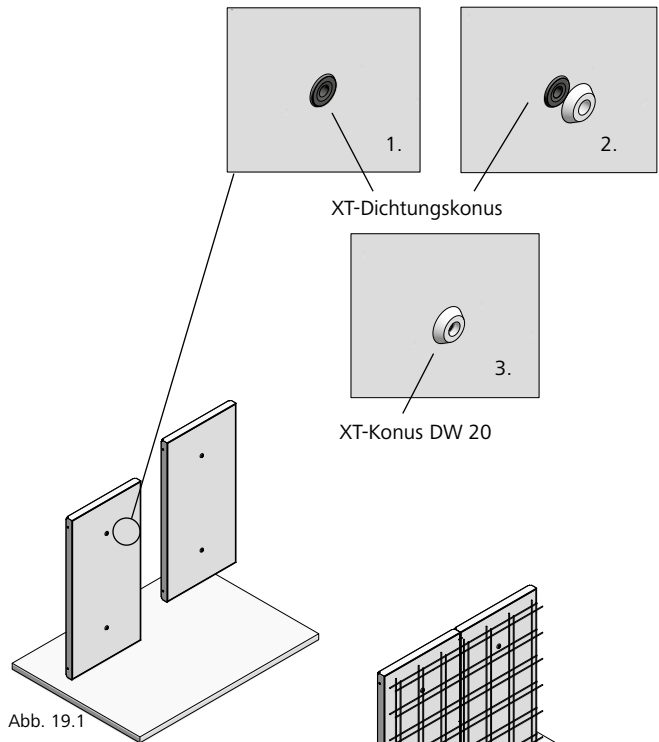

Abb. 19.1
1. XT-Konus DW 20 auf den XT-Dichtungskonus am Stellschalungselement aufdrücken (Abb. 19.1, Schritt 1. bis 3).
2. Stellschalungselement stellen (Abb. 19.1 und ST-XT-5), Bewehrungsarbeiten durchführen (Abb. 19.2).